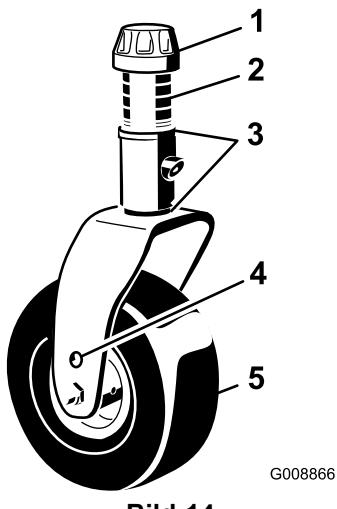

Bild 14
11. Setzen Sie die 3-mm-Beilagscheiben an den Laufradgabeln auf der jeweiligen Schnitthöhe ein, die auf dem Schild angezeigt wird (Bild 14); siehe Einstellen der Mähwerkneigung“.